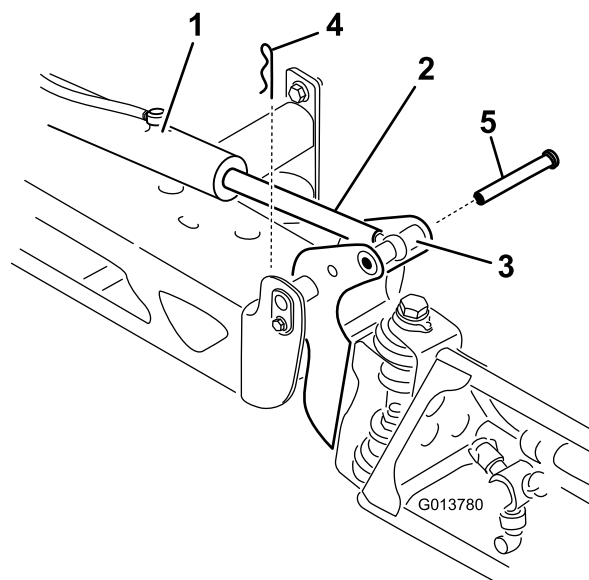

Figura 108
2. Retire la chaveta del pasador (Figura 108).
3. Eleve la sección, retire el pasador, y baje la sección lentamente al suelo (Figura 108).
7. Sujetando la sección de fumigación, introduzca el pasador a través del pivote del brazo y del émbolo del actuador (Figura 108).